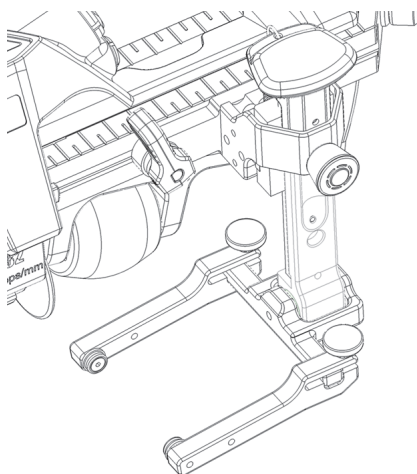

Рис. 2-7 Крепление ПЭП, вставленное в слот направляющей
3. Вставьте крепление ПЭП в слот направляющей, убедившись, что кулачковый штифт выровнен горизонтально (Рис. 2-7 на стр 44).